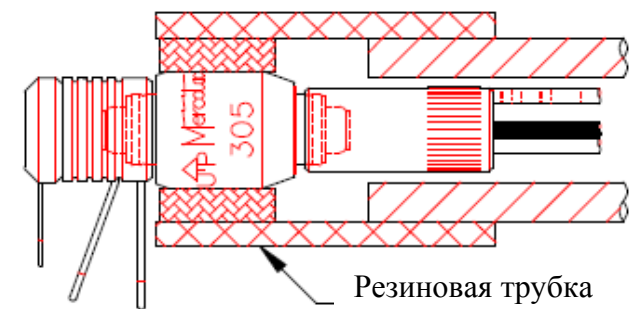

Рис.6 Виброизоляция
8. Вибрация и удары приводят к снижению ресурса соединителей, и даже выходу из строя. Некоторые приложения могут потребовать применения вибропоглощающих устройств, например, резиновой трубки (Рис.6).